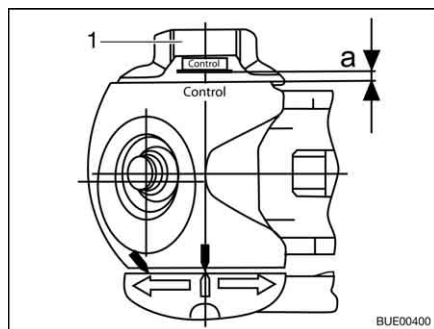

Fig. 207 Controllo usura
- Ruotare completamente la manovella (Fig. 207,1) finché non si sente la limitazione delle coppia grattare in modo percepibile. Direzione di rotazione: In senso orario.
- Distanza $a > 0$ (Fig. 207): Usura all'interno del settore ammesso.